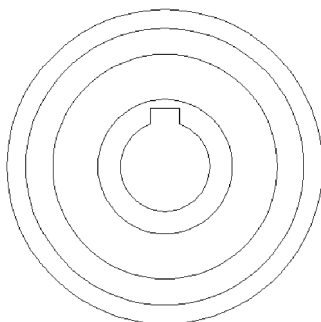

图 13-21 绘制的齿顶圆
1) 单击【常用】功能区 | 【绘图】选项板 | 【圆】按钮 ，捕捉大圆的圆心作为圆心，在命令行中输入半径 18.5，按回车键，绘制出一个直径为 37 的圆，为齿轮的齿根圆，用同样方法绘制一个直径为 42 的圆，如图 13-21 所示。